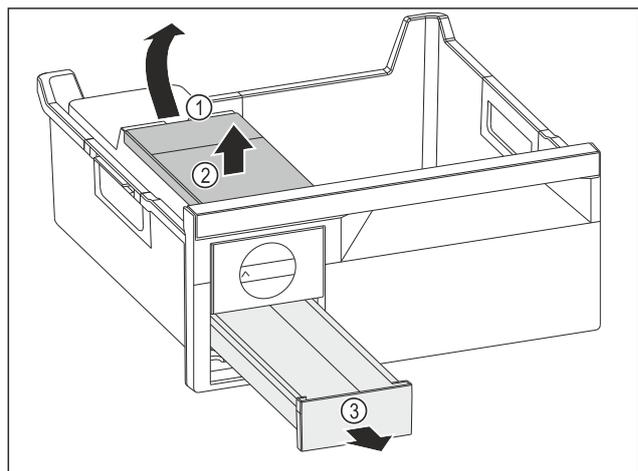

Fig. 130
- ▶ Wassertank entnehmen: Wassertank an der Aussparung Fig. 130 (1) anheben.
- ▶ Wassertank Fig. 130 (2) nach oben entnehmen.
- ▶ Eisdürfelschubfach Fig. 130 (3) nach vorne entnehmen.